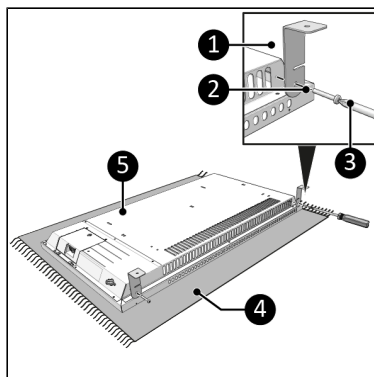

Figur 95.
4. Bor to huller på mindst 610 mm over gulvet til beslagene. Afstanden mellem de huller skal være ca. (Figur 95, pos. A)*:
5. Sæt rawlplugs i (Figur 95, pos. 2).
6. Skru og stram venstre og højre beslag (Figur 95, pos. 3) fast på væggen med en stor skrue (Figur 95, pos. 4) ved hjælp af en stjerneskruetrækker (Figur 95, pos. 1).